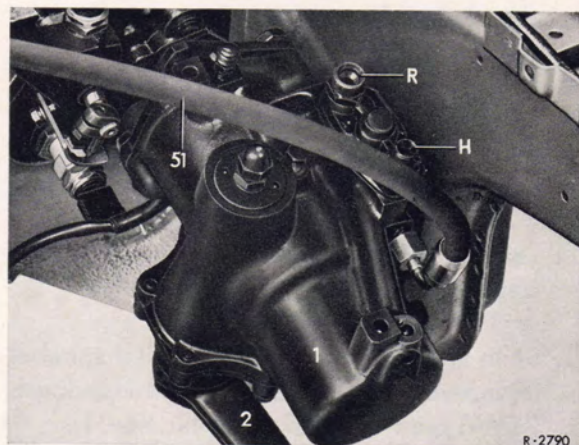

Bild 46-6/1
1. Lenkung ausbauen und eingebaute Lenkspindel gegen die Lenkspindel (5) ersetzen (siehe Werkstatt-Handbuch PKW-Typen ab August 1959, Arb.-Nr. 46-1 und 46-7).
2. Vorhandene Lenkungskupplung auf die Lenkschnecke der Servo-Lenkung (1) montieren.
3. Lenkstockhebel (2) auf die Lenkwelle der Servo-Lenkung aufsetzen, dabei auf die Markierungen am Lenkstockhebel und an der Lenkwelle achten. Kronenmutter (3) mit ca. 15 mkp anziehen und mit Splint (4) sichern (Bild 46-6/8).
4. Beim Typ 250SE den Verschlußstopfen auf dem Schraubstutzen vorne in der Servo-Lenkung abnehmen und den Druckschlauch (51) anschließen (Bild 46-6/1).